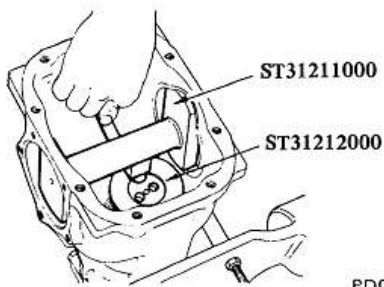

Fig. PD-19 Réglage de la distance conique
2. Introduire une rondelle de réglage de la distance conique ayant 3,09 mm (0,1217 in) d'épaisseur et le cône du roulement arrière sur l'arbre spécial de réglage ST31212000, ce montage factice permettant de procéder commodément au réglage de la distance conique. Voir figure PD-19.
2. Mesurer la distance "N" entre l'extrémité de l'ergot de la jauge de profondeur et l'extrémité de l'arbre de réglage à l'aide d'une cale de clinquant. Voir figure PD-19.